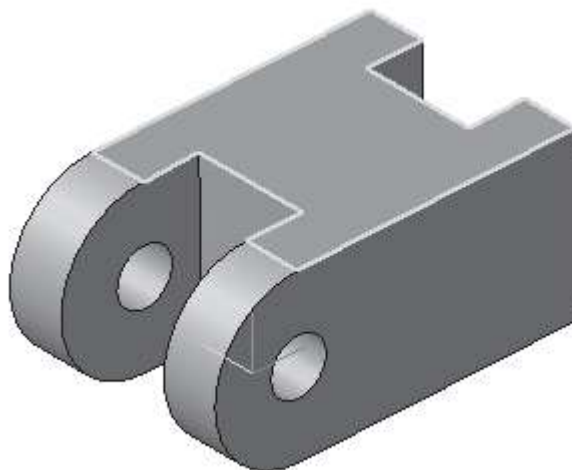

Рис. 14.7
- Выделите верхнюю грань (рис. 14.7).
- На **Панели свойств** выключите флажок **Использовать цвет источника** и нажмите кнопку **Цвет**. Выберите цвет (рис. 14.7).